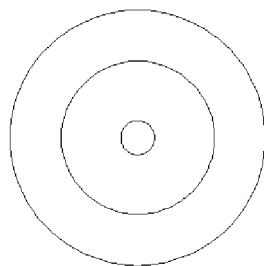

图 13-29 绘制的圆
2) 单击【常用】功能区 | 【绘图】选项板 | 【圆】按钮，单击图纸任意一点作为圆心，在命令行中输入半径 9，按回车键，绘制出一个直径为 18 的圆，用同样方法绘制直径为 4 和 30 的两个圆，三个圆同心，如图 13-29 所示。